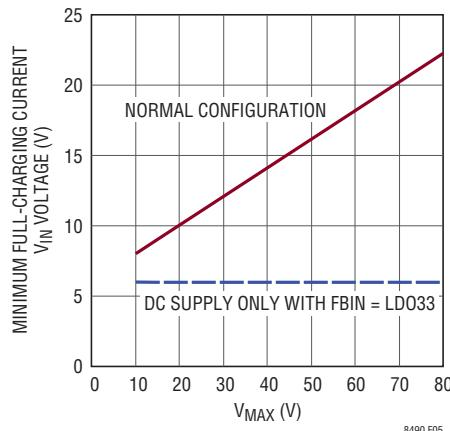

図5. 満充電電流時の最小V_{IN}電圧
3. 低入力電圧の影響: 最小入力電圧(それより低いと最大充電電流が減少する可能性がある電圧)を図5に示します。この制限値は、「入力電圧の検出および調整回路網」のセクションで前述したように、入力V_{MAX}の関数です。FBINの電圧がそのレギュレーション電圧である1.205V(標準)に近づくにつれて、最大充電電流は減少することがあります。(1)チャージャの電源を低電圧のDC電源にしない限り、または(2)はるかに高電圧のパネルに合わせて設定されたチャージャと低電圧のパネルを組み合わせて使用しない限り、このことは通常は重要な問題ではありません。VINが図5の「Normal Configuration」(通常構成)線よりも低いほど、充電電流が減少する可能性が高くなります。
V_{IN} の電源をDC電圧電源にする場合は、図5の「Normal Configuration」線より V_{IN} を高く維持してください。この線より低い V_{IN} で動作させると、最大充電電流が減少して V_{S2} および V_{S3} 充電電圧が低下する場合があります。 V_{IN} が太陽電池パネルから供給されることがない場合は、FBINをFBIRから切り離して(図3参照)、LDO33ピンに再接続できます。これにより、充電電流なしの場合や電圧低下なしの場合、チャージャは最小6Vの V_{IN} で動作できます。
太陽電池パネル電源を使用する場合は、最大開放電圧(V_{OC})が(前の「入力電圧の検出および調整回路網」のセクションで説明した) V_{MAX} に近いパネルを選択してください。最大電力点電圧は、標準では図5の電圧制限値より十分に高いので、電流制限が問題になることはほとんどありません。 V_{MAX} より著しく低い電圧、特に最大電力点電圧が標準で図5の「Normal Configuration」線より低い電圧で動作する太陽電池パネルは使用しないようにしてください。
最小入力電圧要件: 電源モードをイネーブルした場合、LT8490は最小6Vの入力で動作します。ただし、入力電圧検出回路網を選択するときに使用する V_{MAX} によっては、充電電流機能が制限されるようになる場合があります(以前の「入力電圧の検出および調整回路網」のセクションを参照)。必要な最小入力電源電圧(それより低いと充電電流が出力電流制限の最大値より少なくなる可能性がある電圧)を図5に示します。LT8490の電源をDC電源だけにした場合は、(1) FBINをFBIRから切り離し、(2) FBINピンをLDO33に直接接続することにより、図5に示す最小入力電圧を6Vに低減できます。